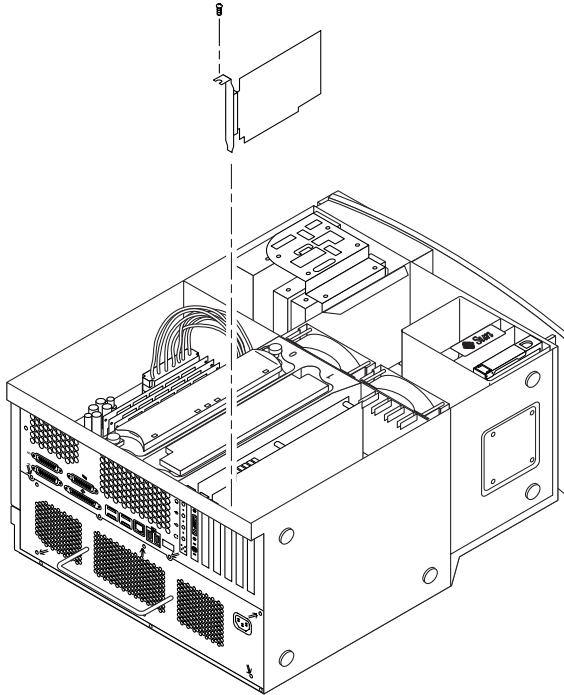

FIGURA 12 Installazione di schede grafiche o PCI supplementari
2. Servirsi di un cacciavite Phillips N° 2 per rimuovere il listello metallico di copertura dell'alloggiamento dal pannello posteriore del telaio del sistema (vedere FIGURA 12).